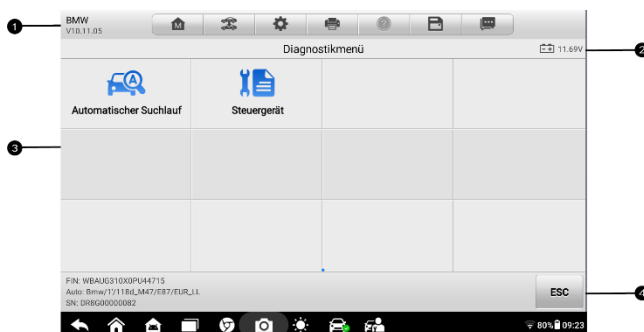

Abbildung 4-4
3. Wählen Sie **„Automatische Erkennung“** . Das Tablet beginnt mit der VIN-Suche im Steuergerät des Fahrzeugs. Sobald das Testfahrzeug erfolgreich identifiziert wurde, werden Sie zum Menü „Fahrzeugdiagnose“ weitergeleitet . Siehe REF_Ref162444671 \h * MERGEFORMAT Abbildung 4.4: -Menü „Diagnose“ .